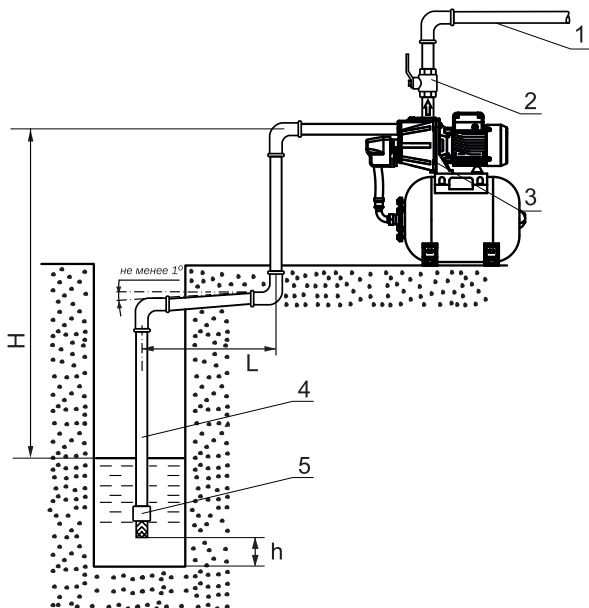
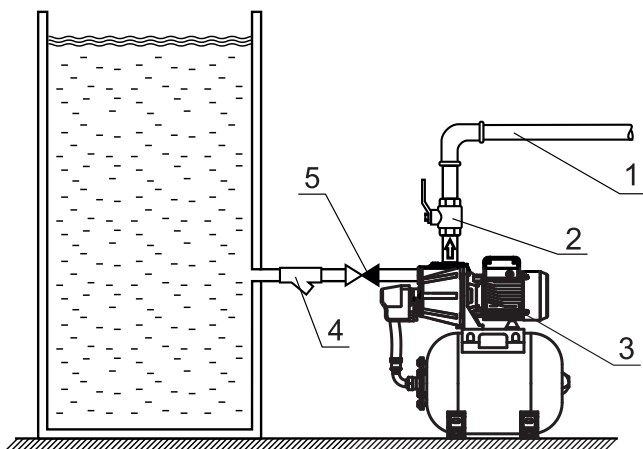

Рис.4 Подача воды из колодца
Рис.5 Подача воды из ёмкости
- Насосную станцию следует устанавливать непосредственно около источника водозабора (см. **Рис.4**, **Рис.5**). При монтаже старайтесь минимизировать количество резких сужений, расширений и поворотов всасывающей магистрали;
- В качестве всасывающей магистрали (**Рис.4, поз.4**) рекомендуется использовать жесткие металлические или пластиковые трубы, а так же несминаемые гибкие армированные шланги. Диаметр шланга или трубы должен точно соответствовать диаметру входного отверстия насосной станции.
- При монтаже всасывающей магистрали необходимо обеспечить непрерывный угол наклона от насосной станции к источнику водозабора не менее одного градуса к горизонту, обратные углы на всасывающей магистрали не допускаются. Монтаж всасывающей магистрали длиной более 10 метров по горизонтали (L) нежелателен, так как это приведет к уменьшению высоты всасывания. При определении высоты всасывания (H) следует учитывать падение уровня воды в колодце в засушливый период. Расстояние от дна колодца до всасывающей магистрали (h) не менее 0,3 м.
- Для облегчения заполнения насосной станции и всасывающей магистрали водой перед пуском и предотвращения ее вытекания из системы при отключении насосной станции, необходимо установить на конце всасывающей трубы обратный клапан G1" с защитной сеткой (**Рис.4, поз.5**).
- Для случаев работы насосной станции с подпором (вода сама поступает в насосную станцию из магистрали или емкости) (**Рис.5**) на входном патрубке насосной станции необходимо установить фильтр грубой очистки воды (**Рис.5, поз.4**) и обратный клапан (**Рис.5, поз.5**).
- Для насосной станции рекомендуется в напорной магистрали (**Рис.4, Рис.5, поз.1**) на выходном патрубке установить вентиль (**Рис.4, Рис.5, поз.2**). Он пригодится при регулировке реле давления, позволяя не отходя от насосной станции перекрывать и открывать напорную магистраль. Кроме того, при демонтаже насосной станции этот кран будет препятствовать вытеканию воды из напорной магистрали.